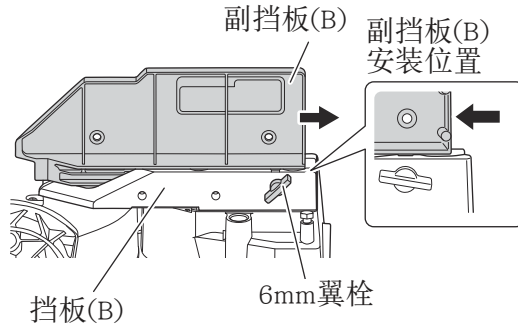

图13
将斜角改为左 45° 时，拧松第21页的图13所示的6mm翼栓，然后向外滑动副挡板（B），使电动头向左倾斜。
3. 确认使用副挡板（B）（图13）
进行直接角度切割和右斜角切割时，向内滑动到副挡板（B）碰到的位置，并用6mm翼形螺栓固定。（如图13所示）